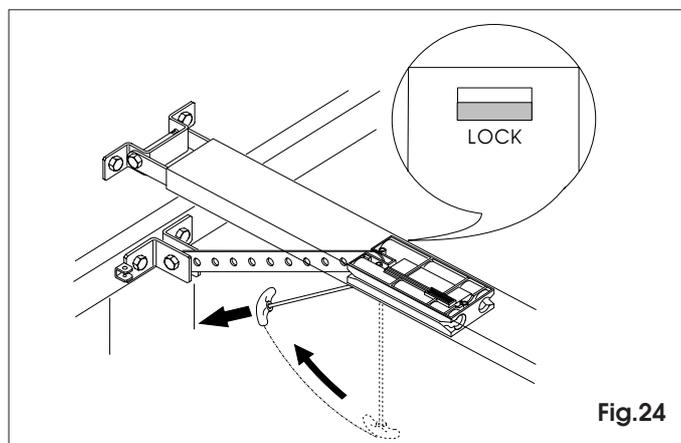

Fig.24
7.23 Bloqueen de nuevo la automatización tirando horizontalmente de la manilla (fig.24) Nota: al soltarla verifiquen que se vea bajo el carro la ventana de indicación "LOCK" de color rojo, que significa que se ha rearmado correctamente).